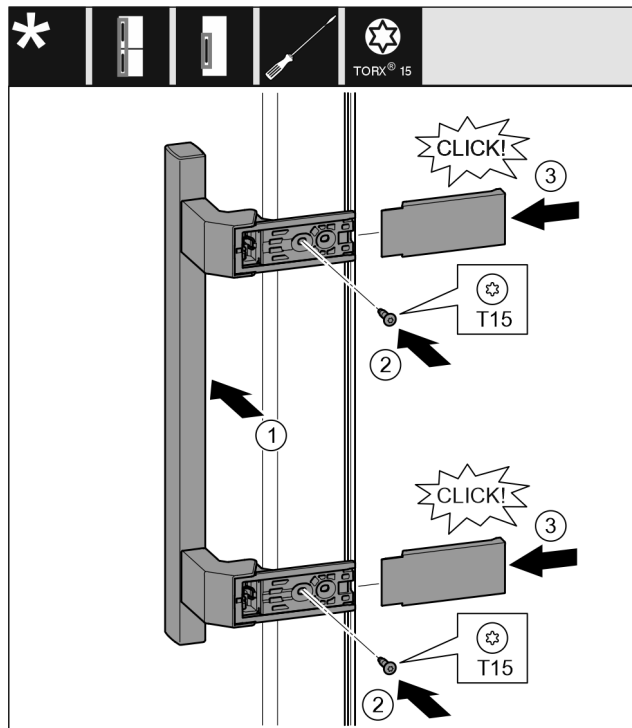

Fig. 12
- ▶ Założyć uchwyt po przeciwległej stronie. Fig. 12 (1)
- ▶ Przykręcić śruby śrubokrętem T15. Fig. 12 (2).
- ▶ Założyć osłony z boku i wsunąć. Fig. 12 (3)